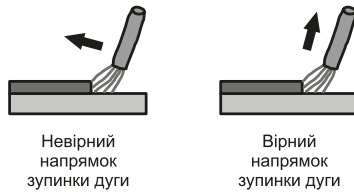

Рисунок 4. Напрямок зупинки дуги під час ручного дугового зварювання («ММА»).
6. Для зупинки процесу зварювання відвести електрод від поверхні деталі на достатню відстань (рис. 4).